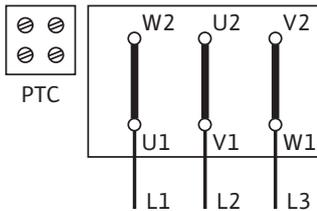

Fig. 45: Démarrage Y-Δ (de série)
Le schéma de raccordement électrique se trouve dans le couvercle de la boîte à bornes (voir aussi Fig. 45/46).
- L'alimentation réseau de la plaque à bornes dépend de la puissance moteur P_2 , de la tension d'alimentation et du type de branchement. Pour le couplage nécessaire des ponts de liaison dans la boîte à bornes, se reporter à la liste suivante «Tabl. 4 : Affectation des bornes» à la page 75 et aux Fig. 45/46.
Démarrage Y-Δ (de série)	Retirer les ponts de liaison (Fig. 45)